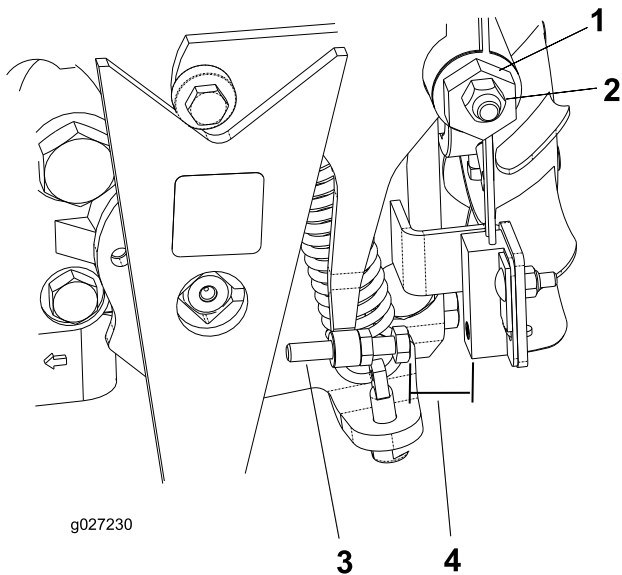

Bild 34
4. Lockern Sie die Sicherungsmutter an der Fahrtriebs-Einstellnocke (**Bild 34**).
5. Lassen Sie den Motor an und drehen das Sechskant (**Bild 34**) der Nocke in beide Richtungen, um die zentrale Stellung im Neutralbereich ausfindig zu machen.
3. Stellen Sie die Schraube ein, bis der Abstand $\pm 0,8-2,3$ mm beträgt, siehe **Bild 34**.